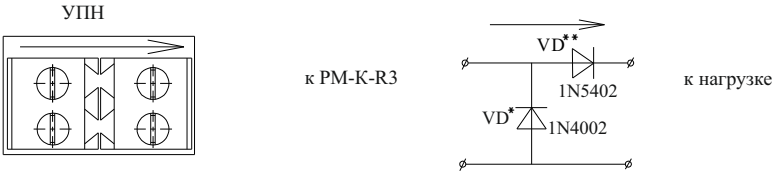

Рисунок 2
- 4.4 УПН состоит из диодов, установленных на плату с клеммными колодками (рисунок 2).
Во выключенном состоянии контроль осуществляется через диод VD * УПН (рисунок 2).